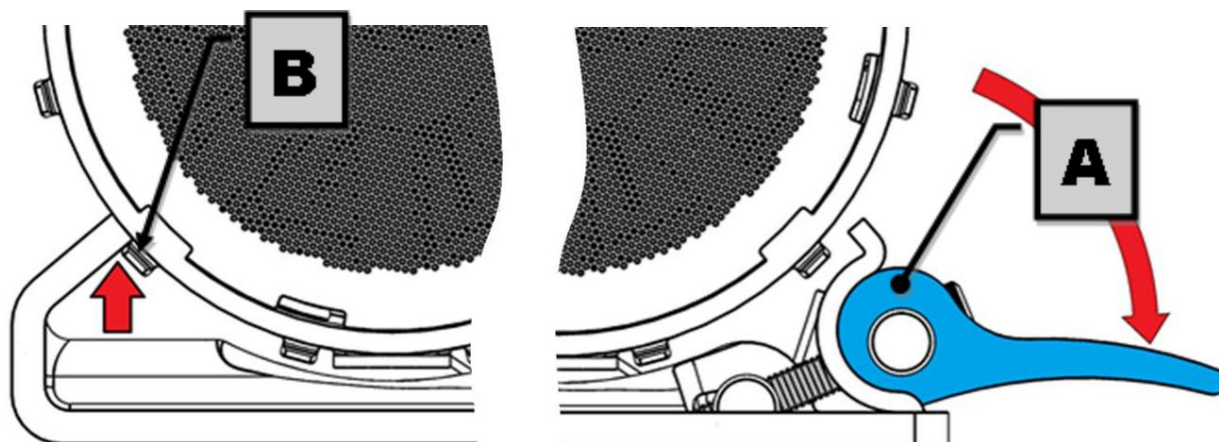

Figure 1. Le compresseur est placé dans une pince à came déverrouillée
Ouvrez la pince à came (A), puis placez le compresseur dans la pince à l'emplacement souhaité. position de rotation avec le bord rigide du support de montage contre l'une des nervures du compresseur (B) comme illustré à la figure 1.